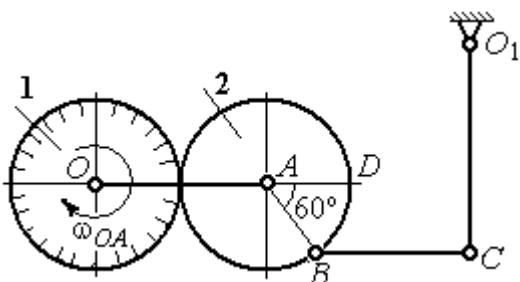

Рис. 2.15. Схема механизма качалки
**Задача 28.** Механизм качалки (рис. 2.15) состоит из кривошипа  $OA$ ,